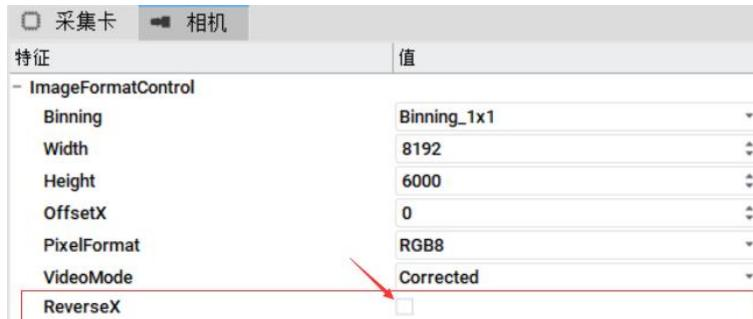

图 2.7-1 水平扫描方向设置
(1) 水平扫描方向的位置在相机端 Image Format Control 选项卡下, 如图 2.7-1 所示。